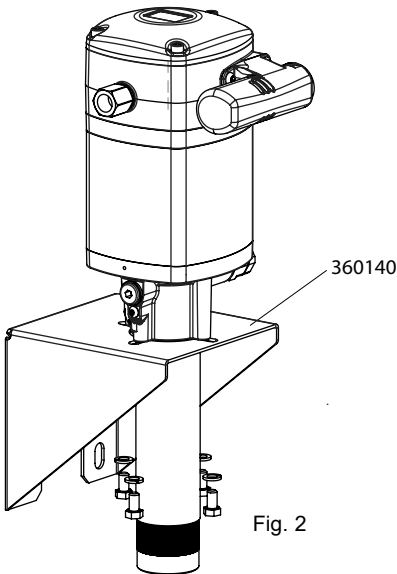

Fig. 2
- Montaje mural con tornillos. Inserte la bomba por el soporte 360140 y fíjela con 4 tornillos M8 (Fig. 2).